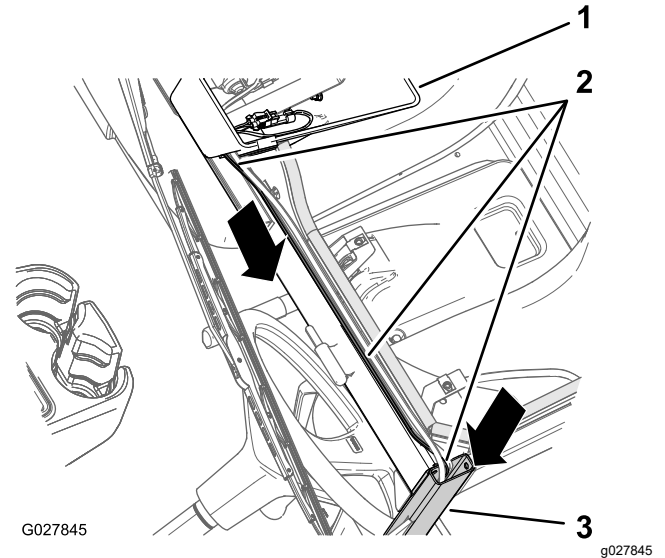

Figura 43
1. Na consola superior, encaminhe a cablagem da bomba do líquido de lavagem (Figura 43) para a esquerda e lado do tubo que instalou em Encaminhar o tubo (página 17).